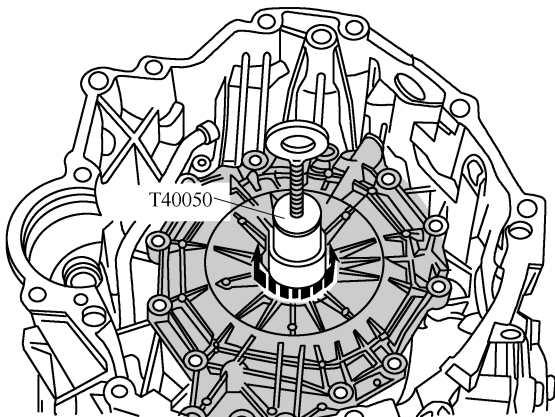

图 2-2-23 来回转动输入轴
(7) 将整个输入轴装入自动变速器壳体，此时应略微来回转动输入轴(图 2-2-23 中箭头所示)，直至倒挡离合器的所有摩擦片全部卡入，同时略微抬起输入轴。